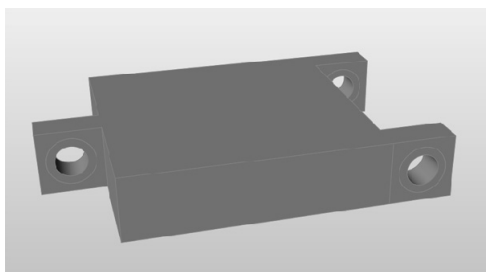

图 5-1
- 4) 选择文件 **y-bracket.stmod** 并单击打开，如图 5-1 所示。